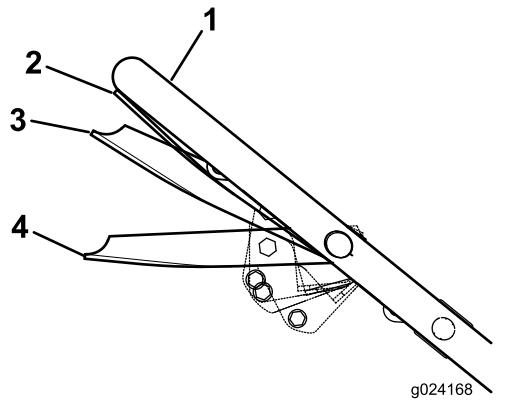

Figura 17
- Sujete la barra de control de la cuchilla en la posición de marcha/cambio, unos 2.5 cm (1") por debajo del manillar (Figura 17).